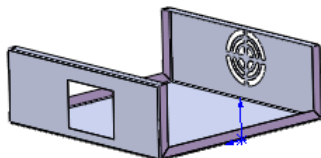

图 11-59 生成切除特征
⑬ 生成“切除”特征。单击“特征”工具栏中的“拉伸切除”按钮，或执行“插入”→“切除”→“拉伸”菜单命令，弹出“切除-拉伸”属性管理器，键入拉伸深度数值 10，然后单击“确定”按钮，生成切除特征如图 11-59 所示。